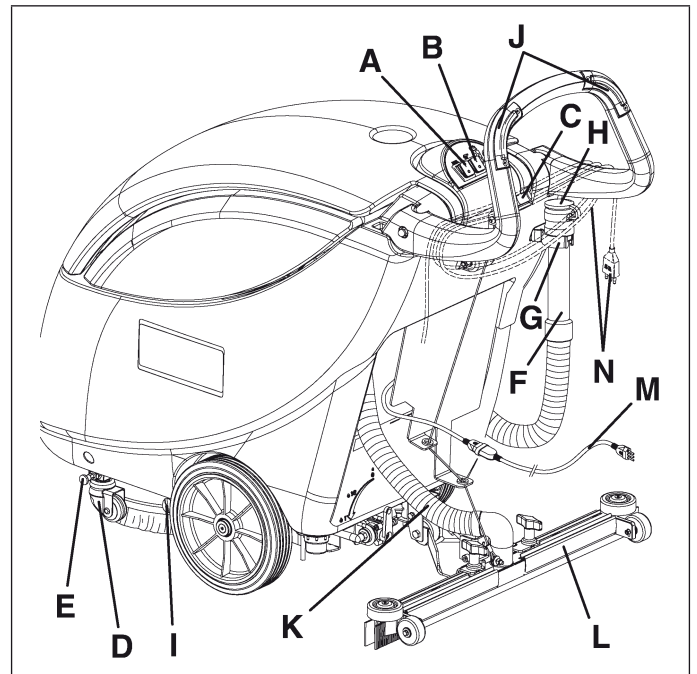

Figure 13
1. Parar la máquina posicionando los interruptores cepillo y aspiración (A y B, Fig. 13) en posición "0".
2. Desconectar el enchufe del cable de alimentación (M, Fig. 13) de la red eléctrica. Envolver el cable de alimentación alrededor del manillar, en posición (N).
3. Levantar la boquilla mediante la palanca (C, Fig. 13).
5. Mediante el manillar, levantar el cepillo/filtro y insertar el dispositivo de estacionamiento (D, Fig. 13) de la máquina después de haber insertado la clavija (E).
6. Desenganchar el tubo de descarga del agua de recuperación (F, Fig. 13) del soporte (G), abrir la tapa (H), luego bajar el tubo (F) y vaciar el depósito del agua de recuperación. En caso de trabajo acabado, enjuagar el depósito con agua limpia.
8. Vaciar el depósito de la solución detergente abriendo la válvula de descarga (I, Fig. 13). En caso de trabajo acabado, enjuagar el depósito con agua limpia.
- posicionar el interruptor del cepillo (A, Fig. 13) en posición "I"
- con el cepillo/portafiltro en posición de levantamiento, pulsar por unos segundos uno o ambos los interruptores (J, Fig. 13), luego soltarlos: esta operación causa el desenganche del cepillo/portafiltro.